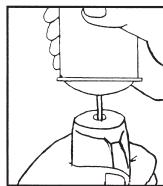

Abb. 1
3. Die Anweisungen auf dem Gasbehälter befolgen. Die Spitze in das Füllventil eindrücken und für ein optimales Ergebnis leicht pumpen. Siehe Abb. 1.